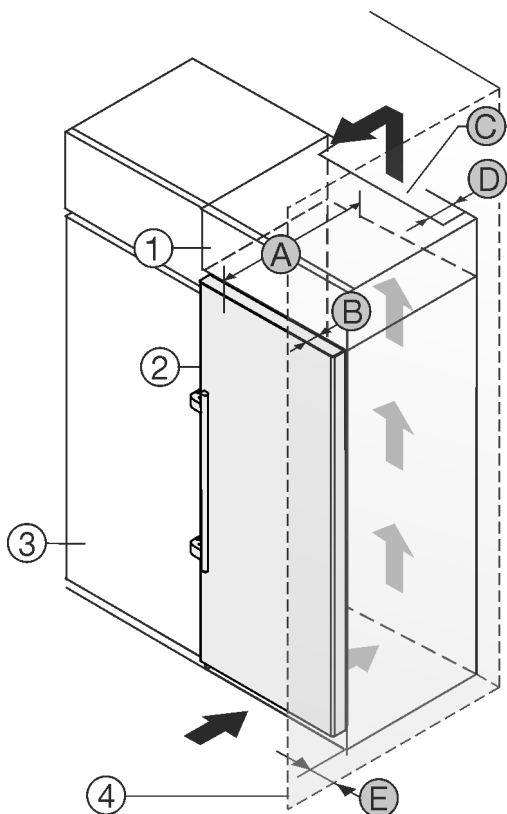

Fig. 2
Du kan plassere apparatet rett ved siden av kjøkkenskapet Fig. 2 (3).\*
På baksiden av skapmodulen over enheten må det installeres en ventilasjonskanal med dybden Fig. 2 (D) over hele skapmodulens bredde.\*
Ventilasjonstverrsnittet Fig. 2 (C) under taket i rommet må overholdes.\*
Hvis apparatet plasseres med hengslene mot en vegg Fig. 2 (4), må avstanden mellom apparatet og vegg være minst 57 mm . Dette tilsvarer hvor mye håndtaket stikker ut når døren er åpen.\*
For at du skal kunne åpne døren helt, må apparatet røpe dørdybden Fig. 2 (B) lenger ut enn fronten på kjøkkenskapene. Avhengig av kjøkkenskapenes Fig. 2 (3) dybde og bruk av veggavstandsstykker kan enheten røpe enda lenger ut.\*